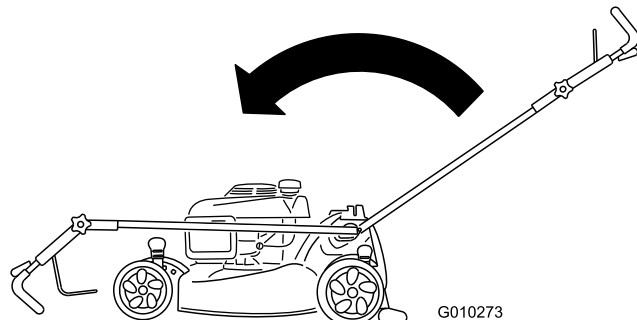

図 38
2. ハンドルを前方に最後まで倒して上部ハンドルのノブをゆるめる図 38。